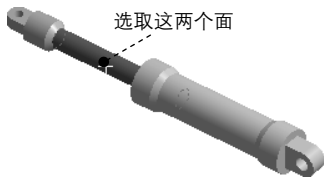

图 7.6.23 定义接触面
(1) 定义接触面。在 **Scope** 区域中单击以激活 **Contact** 后的文本框，选取图 7.6.23 所示的模型表面为接触面，单击 **Apply** 按钮确认。